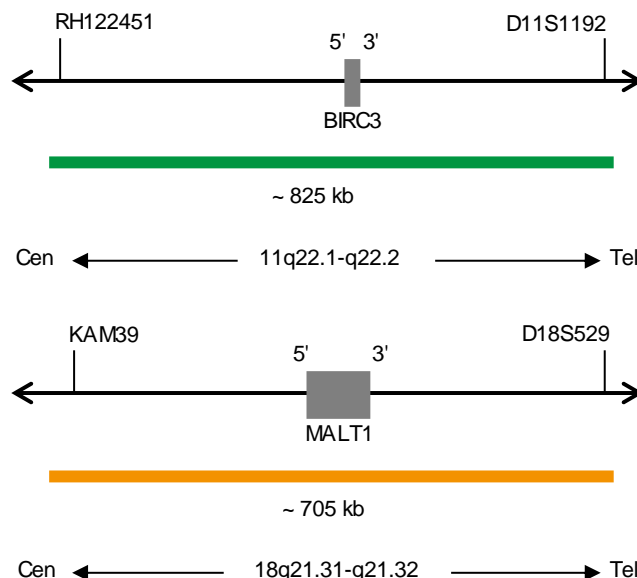

Fig. 1: Cima: SPEC BIRC3 Mapa da sonda; Baixo: MALT1 Mapa da sonda (sem escala)
- Polinucleótidos (~12 ng/μl) com marcação ZyGreen (excitação 503 nm/emissão 528 nm), dirigidos ao mapeamento de sequências alvo em 11q22.1-q22.2\* (chr11:101,756,072-102,581,817) contendo o gene BIRC3 (ver Fig. 1).
- Polinucleótidos (~6 ng/μl) com marcação ZyOrange (excitação 547 nm/emissão 572 nm), dirigidos ao mapeamento de sequências alvo em 18q21.31-q21.32\* (chr18:56,021,766-56,724,408) contendo o gene MALT1 (ver Fig. 1).